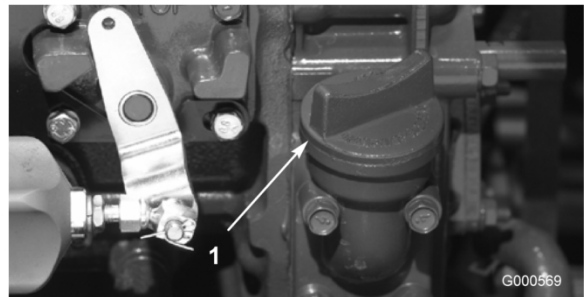

Bild 11
4. Wenn der Ölstand unter der Voll-Marke liegt, nehmen Sie den Fülldeckel ab (Bild 11) und gießen Sie genug Öl ein, um den Ölstand bis zur Voll-Marke anzuheben. **Nicht überfüllen.**